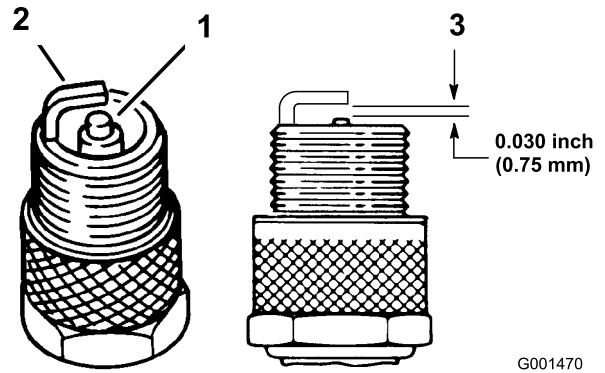

Figura 30
3. Verifique o estado dos eléctrodos lateral e central, bem como do isolante do eléctrodo central, certificando-se de que não se encontram danificados (Figura 30).
4. Ajuste a folga existente entre a zona central e lateral do eléctrodo para 0,762 mm (Figura 30). Monte a vela com a folga correcta e aperte-a com uma força de 20 Nm.
4. Ajuste a folga existente entre a zona central e lateral do electrodo para 0,762 mm (Figura 30).